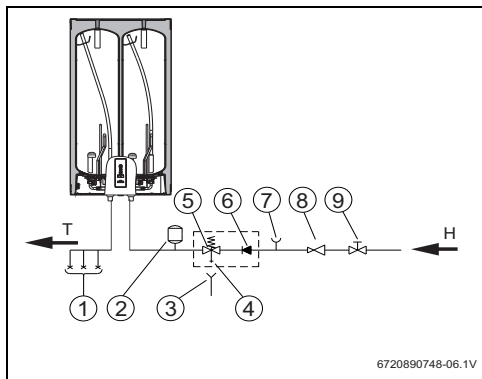

Fig. 7 Sistema fechado (pressurizado)
- ▶ No caso de sistema fechado sob pressão (Fig 7.) devem ser utilizadas torneiras misturadoras sob pressão nos pontos de consumo.
- ▶ Montar a válvula de segurança na ligação de água fria do termoacumulador (Fig. 7).
- ▶ instalar uma válvula redutora (Fig. 7). A válvula de segurança vai atuar sempre que a pressão da água no termoacumulador for superior a 9bar ($\pm 0,5$ bar), pelo que é necessário prever uma forma de canalizar o escoamento dessa água.